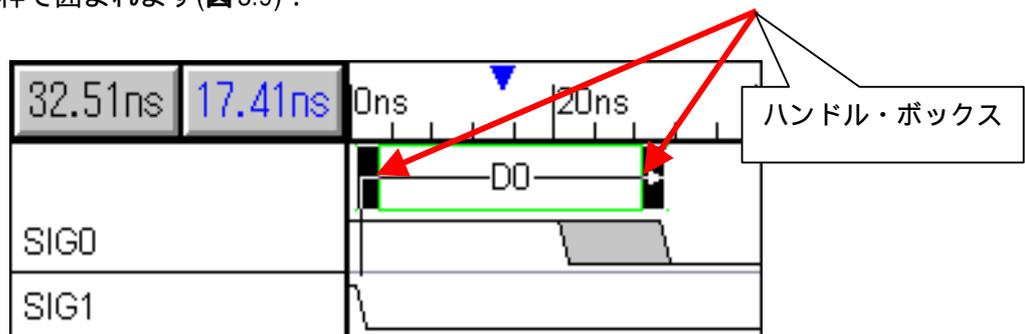

図 3.9 パラメータ選択時のようす
1. 遅延パラメータ D0 を左マウス・クリックして選択します . 選択されたパラメータは両側にハンドル・ボックスのついた枠で囲まれます(図 3.9) .